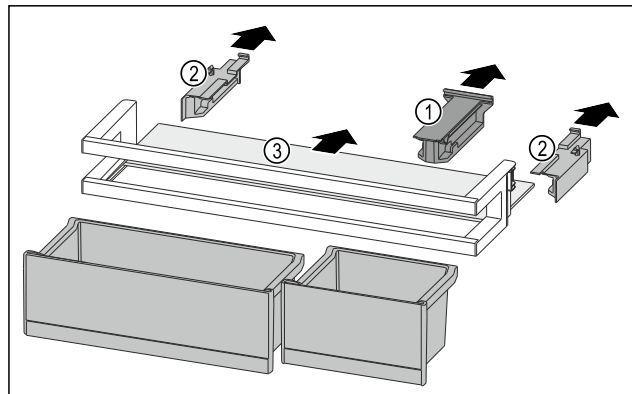

Fig. 208
- Skinite pridržni dio Fig. 208 (1).
- Skinite bočne dijelove Fig. 208 (2).
- Izvadite policu Fig. 208 (3).